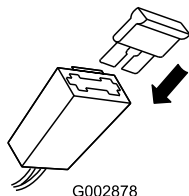

Figura 8
2. Introduzca el fusible (de la bolsa de piezas sueltas) en el portafusibles (Figura 8).